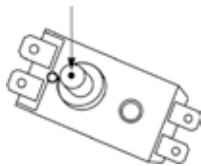

Рис. 13
- для вертикальных водонагревателей серии FSM1/FSQ1: открутить гайку крепления термовыключателя, закрепленного на фланце ТЭНа, перевернуть термовыключатель и нажать до щелчка кнопку, расположенную по центру термовыключателя; рис.13;